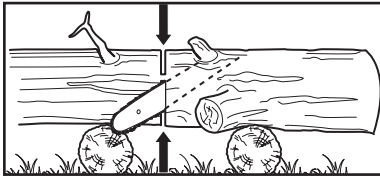

Fig. 32
3. Lorsque le tronc est soutenu aux deux extrémités (Fig. 32), couper 1/3 du diamètre par le haut (tronçonnage par le dessus). Ensuite, effectuer la coupe finale en tronçonnant par le dessous les 2/3 inférieurs pour rejoindre la première coupe.